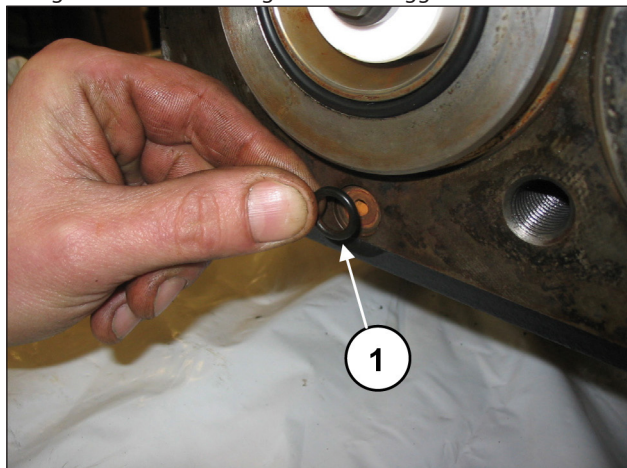

Fig. 171
Montare l'O-Ring del foro di ricircolo (pos. ①, Fig. 171).